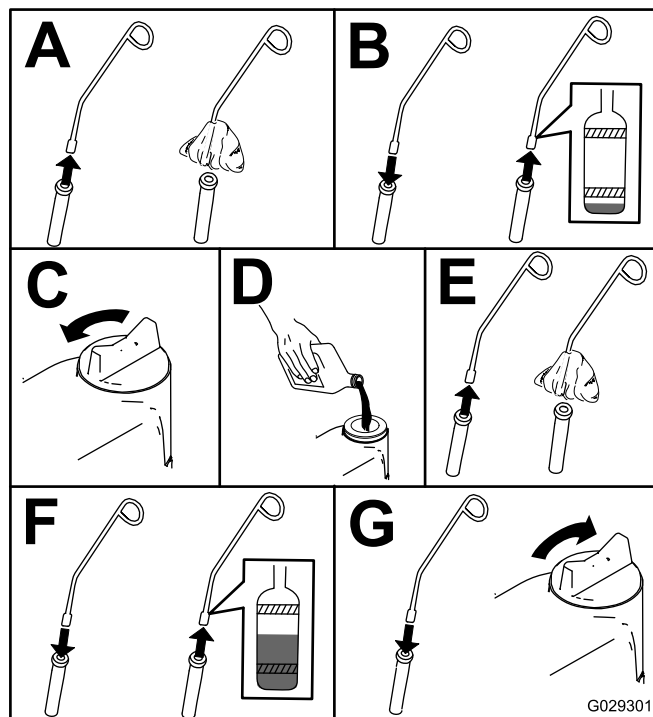

Рисунок 42
4. Перевірте рівень масла двигуна як показано в Рисунок 42.